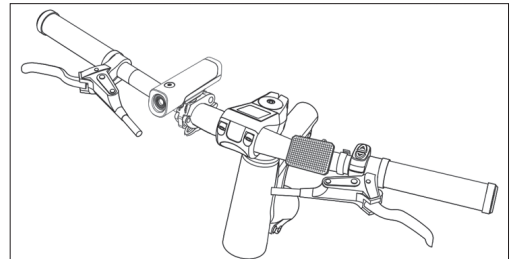

Abbildung 9-3
- c. Montieren Sie den vorderen Reflektor und die Glocke am Lenker, wie in **Abbildung 9-3** gezeigt.